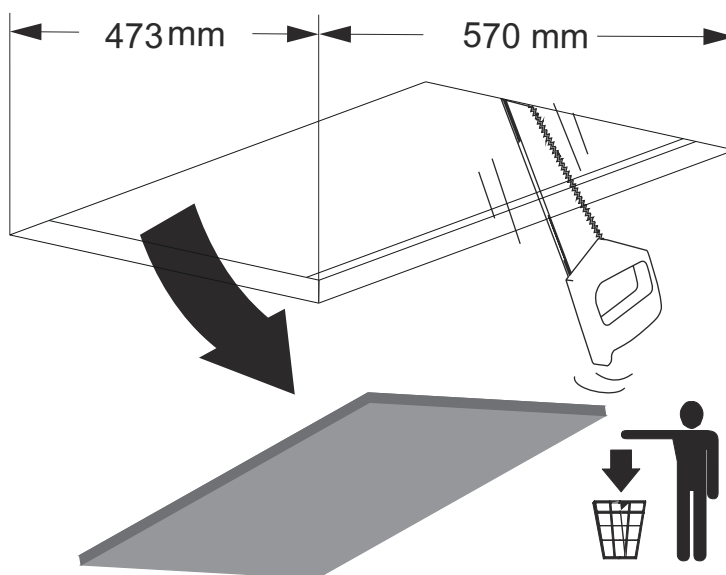

Fig. 8
**2.** → Loftet eller materialet emhætten monteres i skal skæres med oplyste mål (Fig. 8).